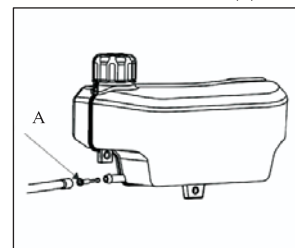

Fig.14
3. Plaats het brandstoffilter (A) en de brandstofleiding terug. (Zie Fig. 14)